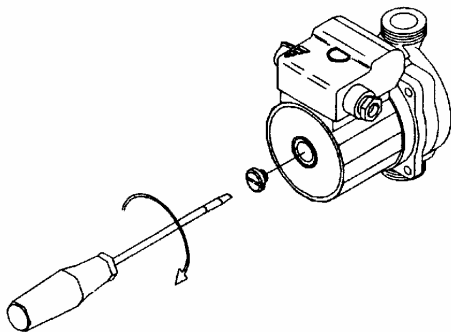

Fig. 3-6
- Dacă cazanul rămâne oprit pentru o perioadă îndelungată, înaintea cuplării întrerupătorului general se va verifica dacă axul pompei de circulație nu este blocat. Pentru aceasta se vor efectua următoarele (fig. 3-6):